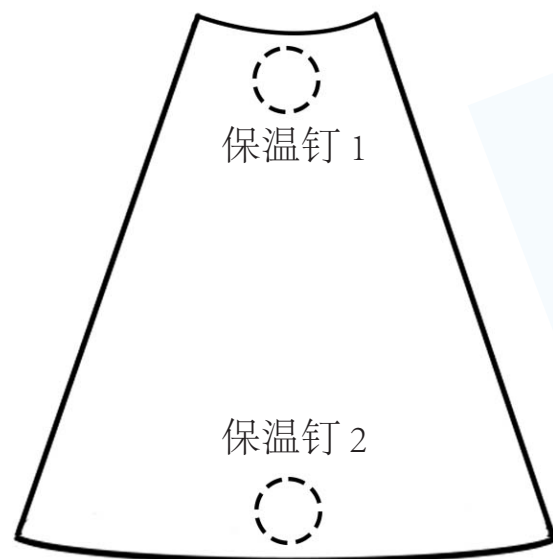

图6
03.1.9 用焊接或粘结的保温钉将CAS纳米微孔保温毡的头部固定在封头的中心位置，用同样的方法将材料的尾部固定在封头的切线位置。(图6)